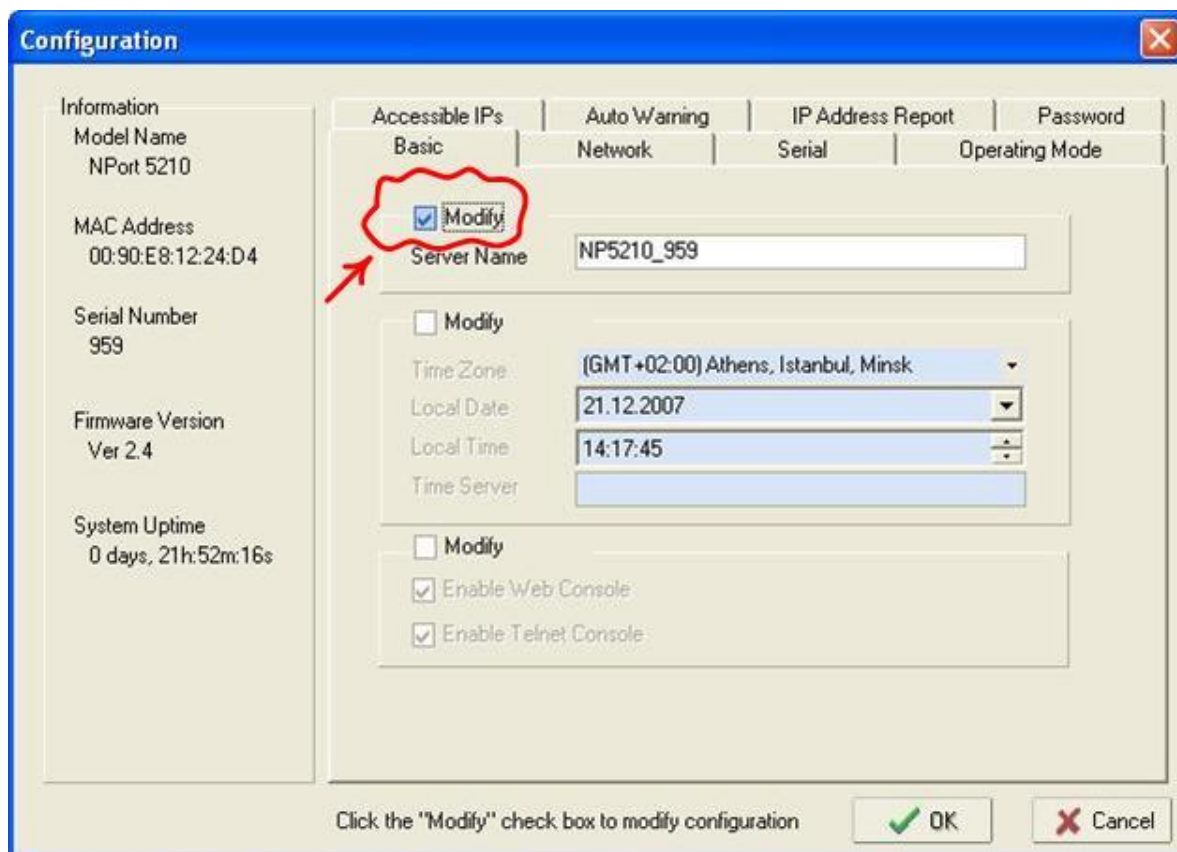

рис. 6 Окно настройки модуля «Аларм-Ethernet»
3.2.7 С помощью мышки сделайте двойной щелчок по строке в разделе «Configuration» для настройки модуля «Аларм-Ethernet». На экране отобразится окно настройки «Configuration» (рис. 6) с закладками «Basic» - основные, «Network» - сеть, «Serial» - настройка последовательных портов RS232, «Operation Mode» - режим работы.